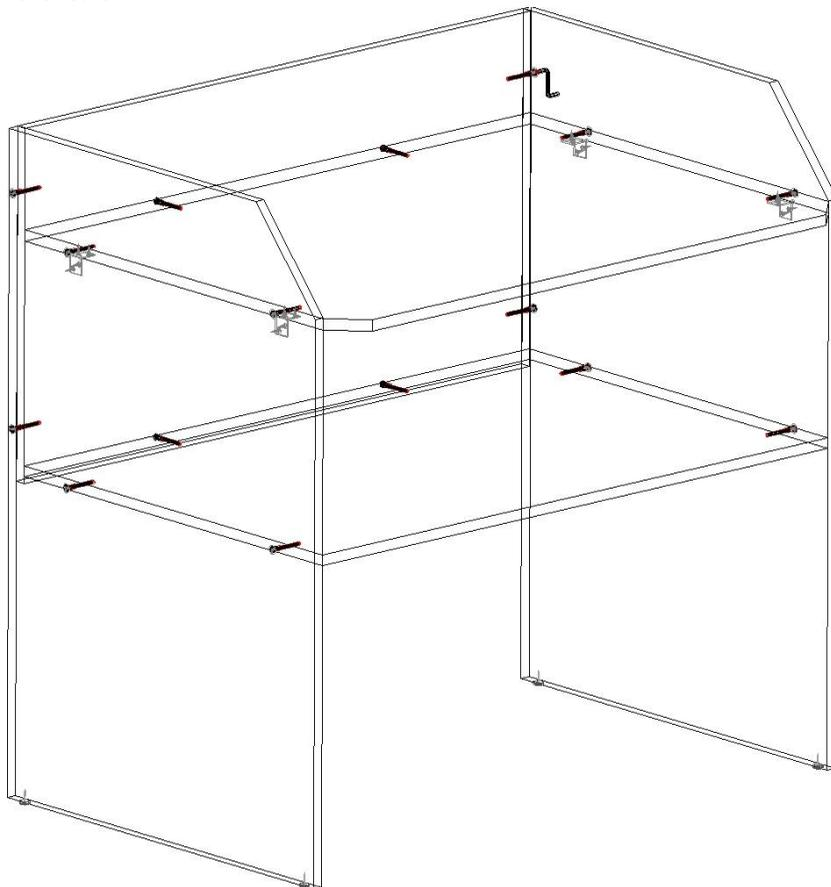

Рис. 1
- 4.1 Внимательно ознакомьтесь со схемой сборки, изображённой на рис. 1, сверяясь с комплекточной ведомостью на изделие. Согласно позициям на схеме и комплекточной ведомости определите расположение деталей в изделии и порядок их сборки. Сборка производится на ровном полу, укрытом материалом, предотвращающим повреждение покрытия пола и деталей мебели. Подготовьте необходимые для сборки инструменты – плоскую и крестовую отвёртки, молоток, рулетку или линейку.
- 4.2 На вертикал. стенках [1,2] установите подпятники (4). Евровинтами (1), как показано на рис. 1, соедините вертикал. стенки [1,2] с горизонт. ст. [3] и крышкой [4]. Закройте головки евровинтов (1) заглушками (2). Крепление крышки к боковым стенкам стола должно быть дополнительно усилено установкой метал. уголков (крепятся шурупами 4x16).